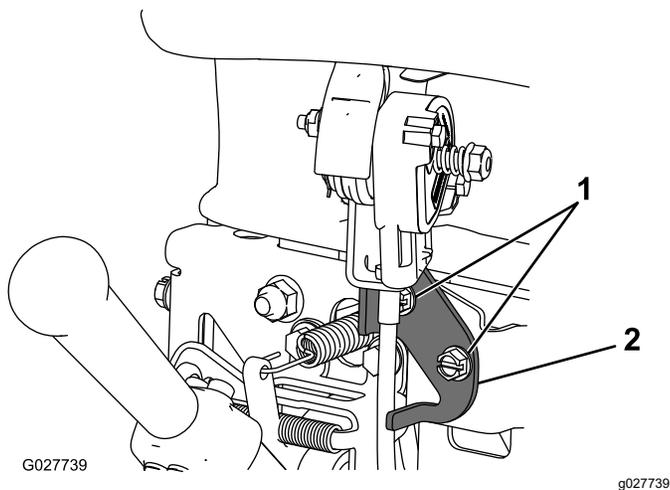

Рисунок 26
2. Ослабьте два крепежных элемента рычага дроссельной заслонки (Рисунок 26).